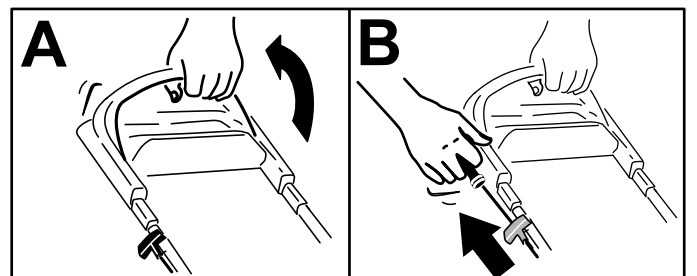

Figura 13
1. Sujete la barra de control de las cuchillas contra el manillar (Figura 13, A).
2. Tire suavemente del arrancador de retroceso hasta que note resistencia, luego tire con fuerza y deje que vuelva lentamente a la guía de cuerda del manillar (Figura 13, B)..